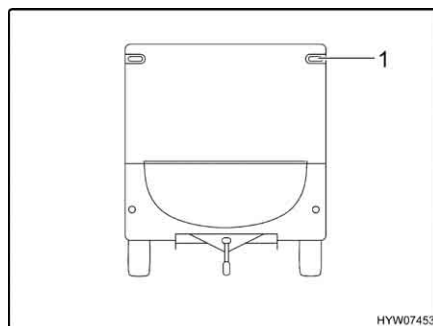

Fig. 146 Luci frontali (Living)
- Svitare le viti degli involucri (Fig. 146,1).